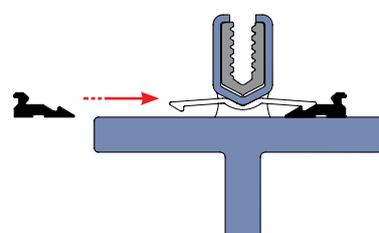

Abb. 1: Perfekter konstruktiver Korrosionsschutz
- Perfekter konstruktiver Korrosionsschutz durch 3 mm Sicherheitsabstand zwischen Stahl-Tragprofil und System-Grundprofil, dadurch keine flächig aufeinanderliegenden Bauteile (s. Abb. 1)